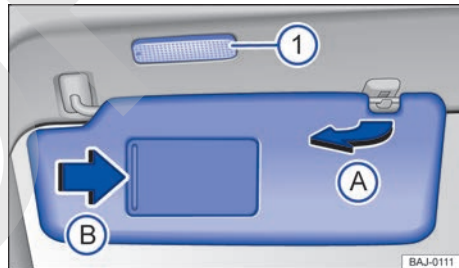

Fig. 83 En el revestimiento interior de la parte de lantera del techo: parasol.
- Se pueden extraer del soporte y girar hacia las puertas → fig. 83 **A**.
En la parte posterior del parasol hay un espejo de cortesía provisto de una tapa. Al desplazar la tapa → fig. 83 **B**, se enciende una luz → fig. 83 **1**. ▶